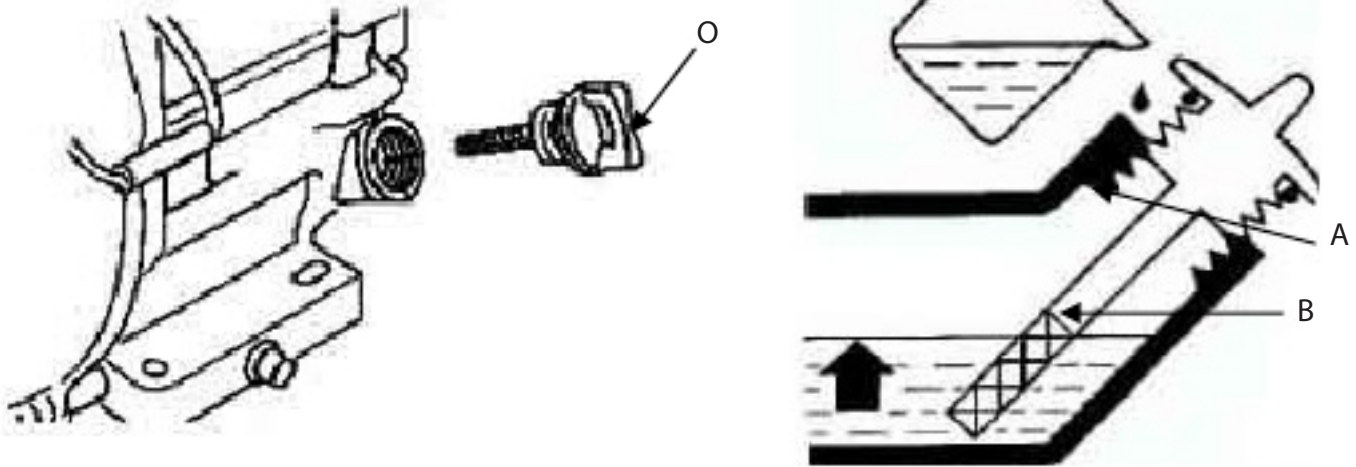

Figure 1
1. Retirez la jauge (O) et essuyez-la avec un chiffon propre (Figure 1).
3. Retirez la jauge et vérifiez le niveau d'huile. Assurez-vous que le niveau d'huile est au niveau du repère FULL (B) sur la jauge.
4. Pour ajouter de l'huile, versez lentement l'huile dans le remplissage d'huile moteur (A). Ne pas trop remplir. Après avoir ajouté de l'huile, attendez une minute, puis revérifiez le niveau d'huile.